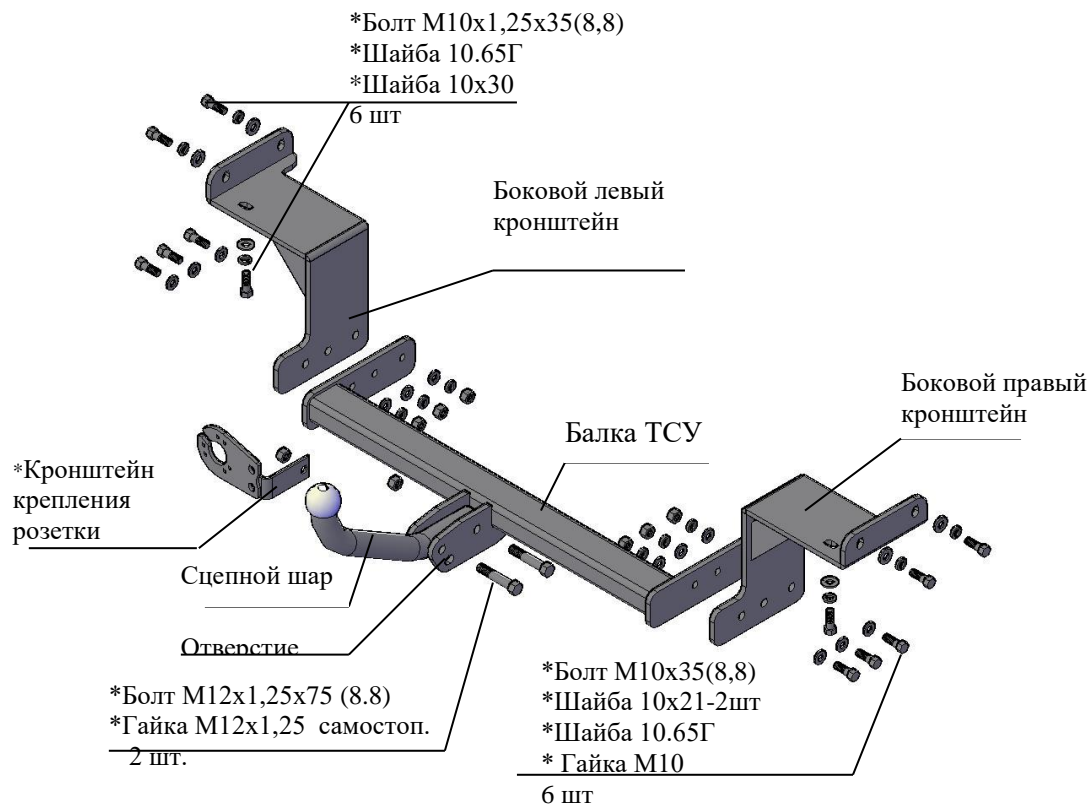

Рис.1 Тягово-сцепное устройство 7351.
2.1 ТСУ 7351 в сборе (рис.1)	1 шт.
2.2 Пакет с комплектующими (см. рис.1)	1 шт.
4.3 Закрепить боковой правый и левый кронштейны ТСУ (соответственно рис.1) к внешним боковым и нижним полкам лонжеронов а/м, используя болты М10х1,25х35 и гайки штатные (в лонжеронах), подложив под головки болтов шайбы гроверные 10.65Г и шайбы 10х30. Крепеж не затягивать.